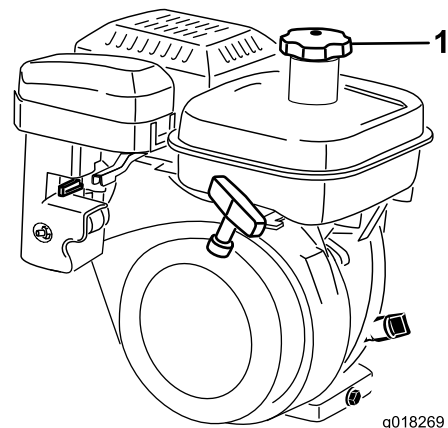

図 25
1. 燃料キャップ 図 25 の周囲をきれいに拭いてからキャップを外す。フィルタスクリーンの下まで給油する。